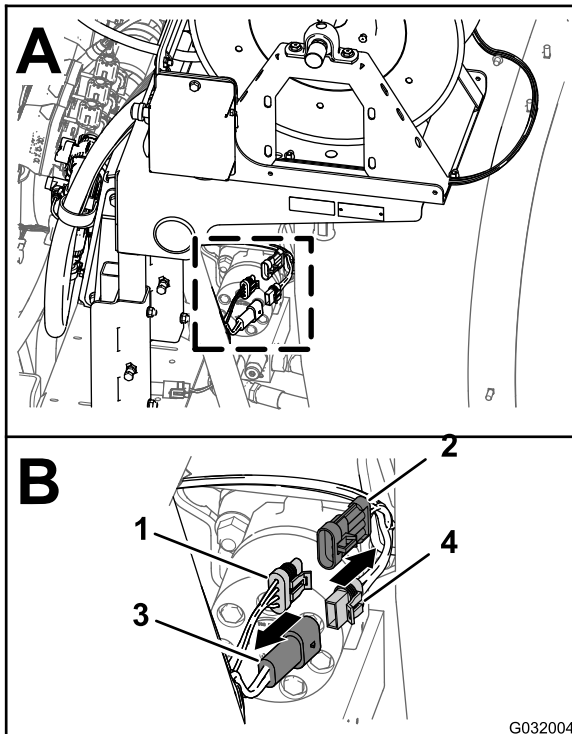

Figure 3
1. À l'arrière de la machine, localisez le faisceau de câblage du kit dévidoir électrique situé sur l'arrière de la cuve du pulvérisateur (Figure 3).
2. Débranchez le connecteur à 2 douilles du faisceau associé au dévidoir électrique du connecteur à 2 broches du faisceau principal arrière (Figure 3).
connecteur à 3 douilles du faisceau principal arrière (Figure 3).